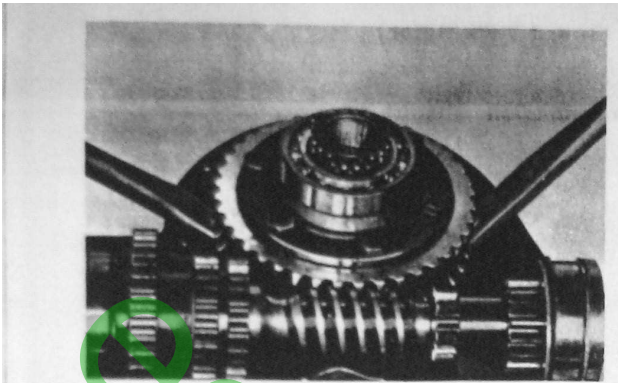

Fig. 52
1. Zwei Montiereisen ansetzen und Schneckenrad herausdrücken (Fig. 52). Dabei darauf achten, daß das Gehäuse nicht beschädigt wird.
1. Press worm gear out using two mounting irons (Fig. 52). Care must be taken NOT to damage the housing.